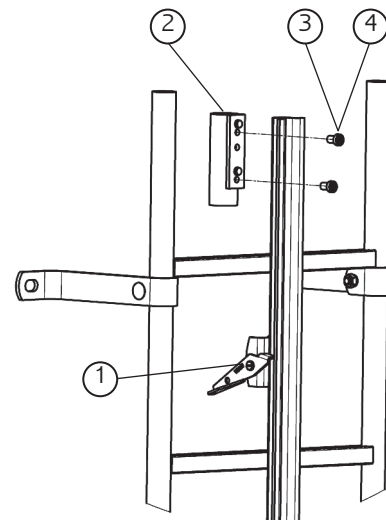

Abb. 4
**1.4** Falls für mehrere Fallschutzanlagen nur eine einzige Einstieghilfe verwendet werden soll, muss an jeder Anlage der Gegenhalter mit Verdrehsicherung montiert werden (Abb. 4, Pos.2)
## 2. Montage (Abb.4):